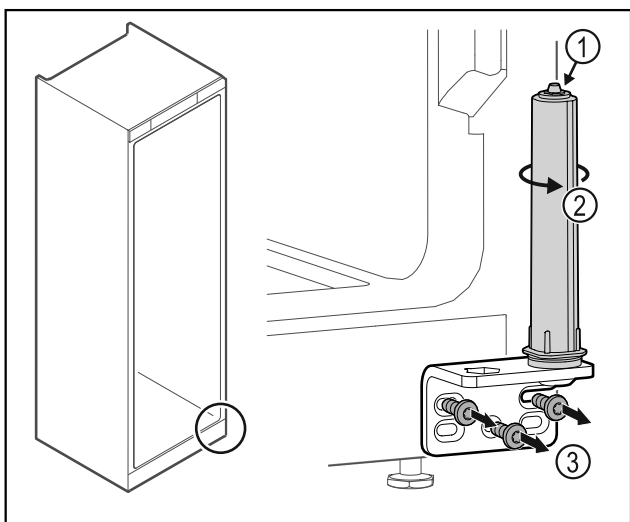

Fig. 29
- Ta inte isär dörrlåssystemet Fig. 29 (1).
- Vrid låssystemet Fig. 29 (2) tills det klickar.
- Skruva av gångjärnsfästet Fig. 29 (3).